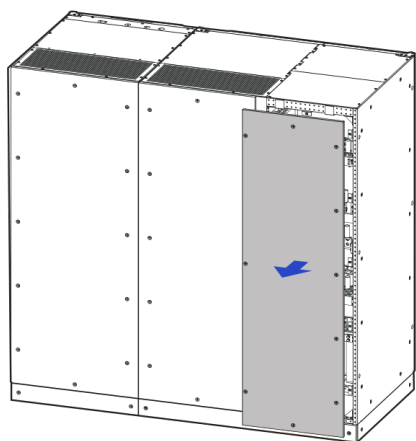

Figura 3-35 Retiro de las cubiertas de cableado del UPS-IND HF 13800
1. Utilice el desarmador de cruz para retirar los tornillos del bloque de conexiones y retire las cubiertas de cableado, como se muestra en la figura 3-35.